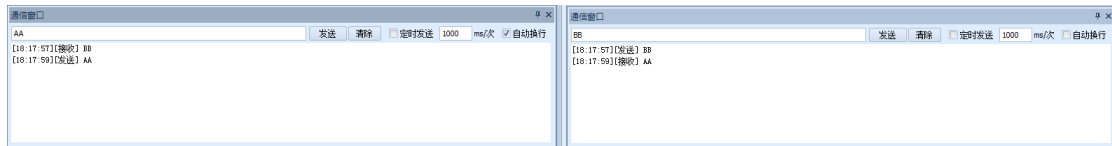

图 6.2 串口通讯测试
2. 配置完成后关闭配置工具，使用串口调试助手打开连接两个模块的串口，设备连接上后（LINK 管脚变为低电平），两个模块即可进行透明发送数据，如图 6.2 所示。